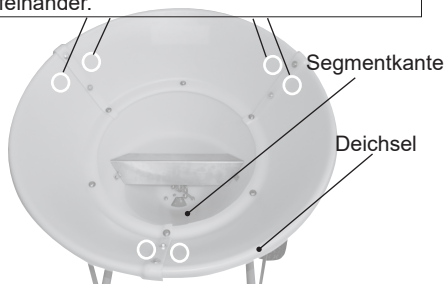

Bild 6.2.3: Trichteraufsatz SW200
1. Die drei Trichteraufsatz-Segmente (Oberkante nach unten) im Kreis gemäß Nummerierung auf den Segmenten aufstellen (siehe Bild: 6.2.3).